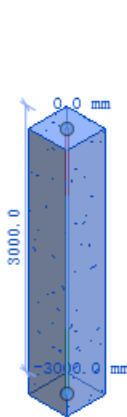

图 5-18 选择柱
(2) 在“属性”选项板中更改“柱样式”为“倾斜—角度控制”，结构柱上显示其底部标高、顶部标高以及高程，如图 5-18 所示。